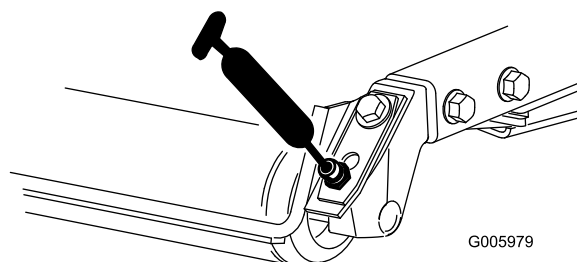

Figura 31
- Rolamentos do cilindro traseiro (2 por cada unidade de corte) (Figura 31)